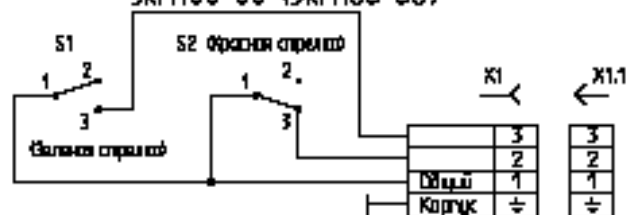

Рис. 2
3.1 Подключение электрической цепи к прибору производится четырехжильным кабелем согласно таблице подсоединения (см. рис.2).